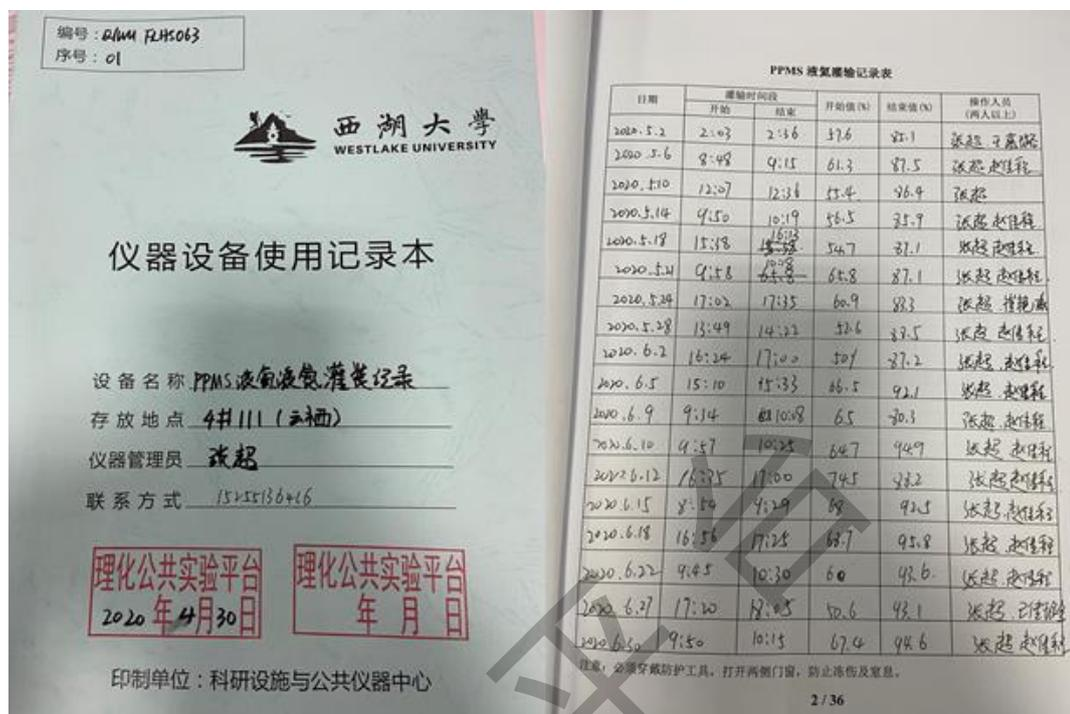

图 6.3 PPMS 液氮/液氮灌装记录本
- 14) 将输液管放回原处，将回收管路旁路阀门关闭（如图 6.2 中 9 所示）；若 PPMS 上有结冰，用吹风机加热，用毛巾擦干；将输液氮的信息记录在“PPMS 液氮/液氮灌装记录本”上（如图 6.3 所示）；将 PPMS MultiVu 软件中的 Helium Fill Status 关闭；将转运 dewar 运至液氮回收系统房间，并连接回收管路，将增压/排气阀门打开 1/3。
- 4) 在记录本上如实记录相关信息（如图 6.3 所示）；